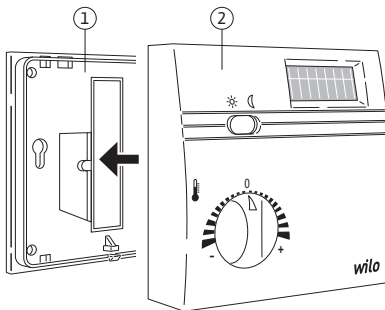

Fig. 30: Montage des Funk-Raumtemperaturregler
- Anschließend den Funk-Raumtemperaturregler (Fig. 30, Pos. 2) auf die Grundplatte aufstecken (Pos. 1).